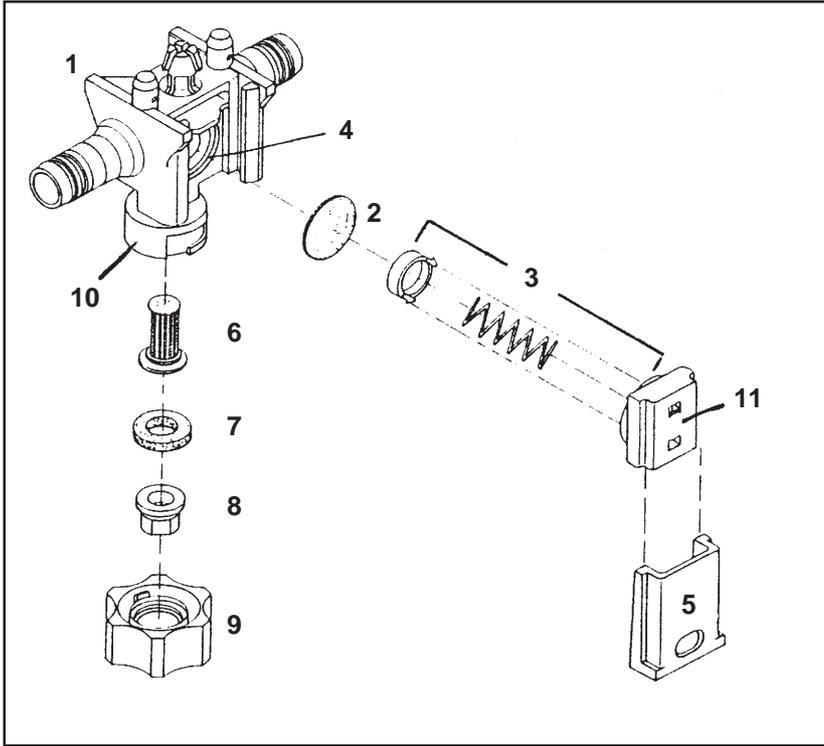

Рис. 11.1
- 3 - Байонетная гайка с отверстием; крепится на байонетном замке (рис. 11.1/10) головки распылителя.
- 11 - Байонетная гайка в комплекте (рис. 11.1/9) головки распылителя.
- Демонтировать байонетную гайку (рис. 11.1/9), распылитель (рис. 11.1/8), уплотнение (рис. 11.1/7) и фильтр распылителя (рис. 11.1/6).